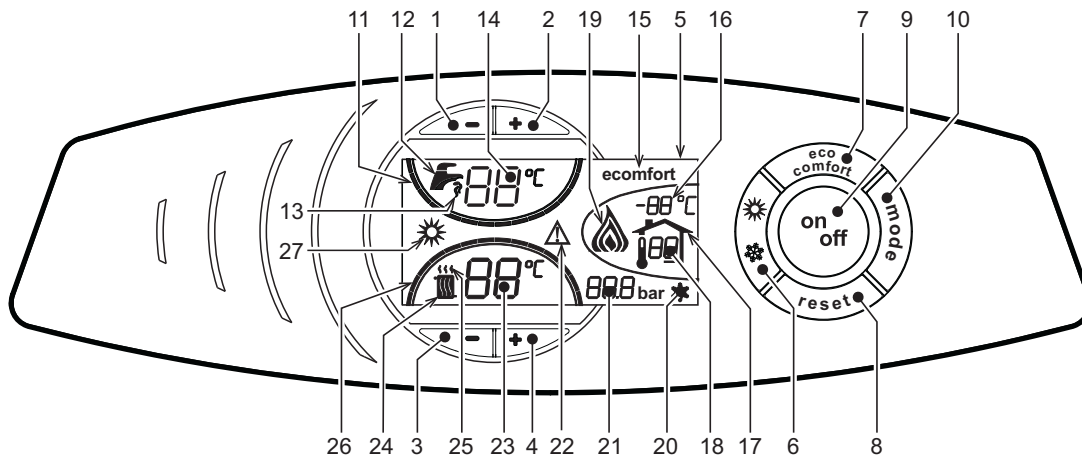
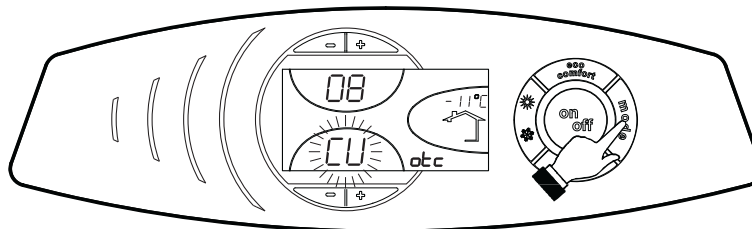

рис. 1 - Панель управления
рис. 11 - Кривая компенсации
О поступлении команды на включение отопления (от комнатного термостата или от пульта ДУ с таймером) предупреждает мигание индикатора теплого воздуха, установленного на радиаторе (дет. 24 и 25 - рис. 1).
Индексные метки с подсветкой системы отопления (дет. 26 - рис. 1) зажигаются по мере приближения измеряемой датчиком температуры к заданному значению.
О поступлении команды на включение системы ГВС, генерируемой при заборе горячей воды, предупреждает мигание соответствующего индикатора на кране (поз. 12 и 13 - рис. 1). Убедитесь, что функция Comfort (поз. 15 - ) находится в активном режиме рис. 1
Индексные метки с подсветкой системы ГВС (поз. 11 - рис. 1) зажигаются по мере приближения измеряемой датчиком температуры к заданному значению
При включенной системе нагрева воды в бойлере (заводская установка) на дисплее отображается символ режима COMFORT (поз. 15 - рис. 1); наоборот, если система нагрева выключена, на дисплее высвечивается символ режима ECO (поз. 15 - рис. 1)
Бойлер может быть выключен пользователем (режим ECO) путем нажатия кнопки  (поз. 7 - рис. 1). Для включения режима COMFORT снова нажмите клавишу  (поз. 7 - рис. 1).
Нажмите клавишу  (дет. 9 - рис. 1) в течение 1 секунды.
Для повторного включения котла вновь нажмите клавишу  (дет. 9 рис. 1) в течение 1 секунды.
- Нажмите кнопку ON/OFF (9 - рис. 1).
Нажмите клавишу (роз. 6 - рис. 1) в течение 1 секунды.
На дисплее высвечивается символ "Лето" (поз. 27 - рис. 1). При этом котел будет вырабатывать только воду для ГВС. При этом система защиты от замерзания остается активной.
Для выключения режима "Лето" вновь нажмите клавишу (дет. 6 - рис. 1) в течение 1 секунды.
Температура в системе отопления регулируется в пределах от 30 °С до 90 °С с помощью клавиш (дет. 3 и 4 - рис. 1); однако, не рекомендуется эксплуатировать котел при температуре ниже 45 °С.
Температура в системе ГВС регулируется в пределах от 10°C до 65°C с помощью клавиш (поз. 1 и 2 - рис. 1).
При наличии датчика температуры наружного воздуха (опция) на дисплее панели управления (дет. 5 - рис. 1) отображается измеряемая этим датчиком температура. При этом система управления котлом работает в режиме "Плавающая температура". В этом режиме температура воды, подаваемой в систему отопления, регулируется в зависимости от климатических условий внешней среды с тем, чтобы обеспечить максимальный комфорт и экономию энергетических ресурсов в течение всего года. Так, при повышении внешней температуры понижается температура подачи воды в систему отопления, что производится по определенной "кривой компенсации".
С переключением на режим "Плавающей температуры" показатель температуры, устанавливаемый клавишами  (дет. 3 и 4 - рис. 1) соответствует максимальной температуре подачи воды в систему отопления. Рекомендуется устанавливать максимальное значение заданной температуры с тем, чтобы позволить системе регулировать изменение температуре во всем диапазоне значений.
При однократном нажатии кнопки  (поз. 10 - рис. 1) на дисплее выводится текущая компенсационная характеристика (рис. 11), которую можно изменить с помощью кнопок задания температуры воды ГВС  (поз. 1 и 2 - рис. 1).
При нажатии кнопок регулировки температуры отопления  (поз. 3 и 4 - рис. 1) открывается доступ к параллельному смещению характеристик (рис. 14), с помощью кнопок регулировки температуры в контуре ГВС  (поз. 1 и 2 - рис. 1).
Для выхода из режима параллельного изменения кривых еще раз нажать клавишу  (дет. 10 - рис. 1).